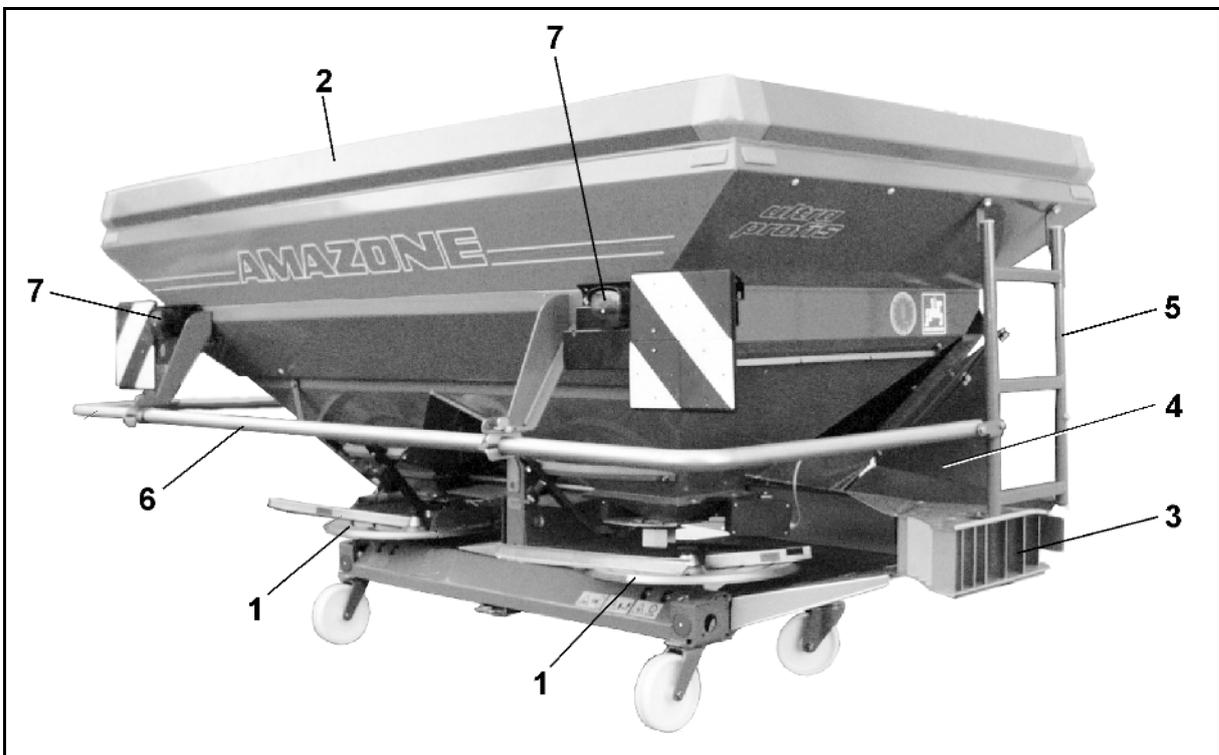

Fig. 33
- Streuscheiben Fig. 33/1,
- Aufsatz Fig. 33/2,
- Trimmer rechts und links (Fig. 33/3)
- Schmutzfänger rechts und links (Fig. 33/4)
- Leitern rechts und links (Fig. 33/5)
- Rohrschutzbügel (Fig. 33/6)
- Beleuchtung (Fig. 33/7)